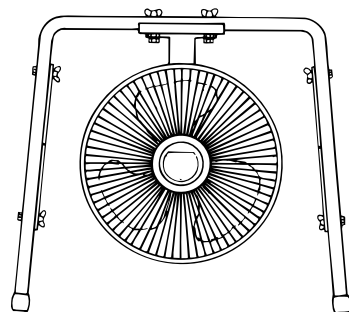

図2
- シーズンオフに図2のように取付台を逆に取付けることにより取付足の内側にパワーファンを収納することができます。